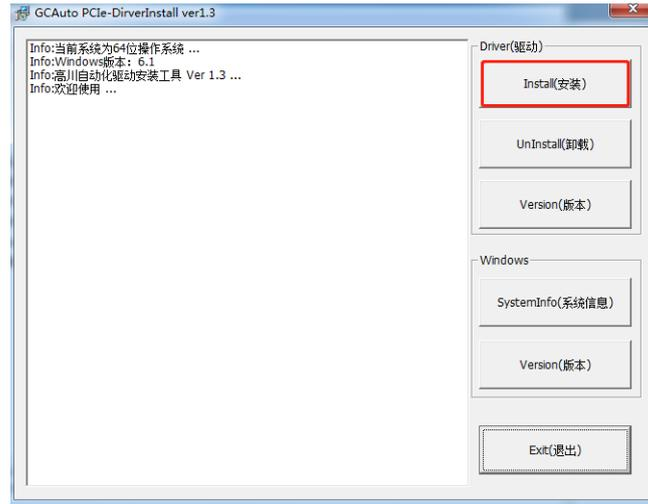

图 2.2.1 驱动安装界面
(1) 电脑关机状态插上 PCIE 卡, 开机后, 打开路径“PCIE 系列光盘资料 2022\PC 开发资料\驱动工具\高川 PCIE 卡驱动安装管理工具”双击 DriverInstall.exe 如图 2.2.1 驱动安装界面;